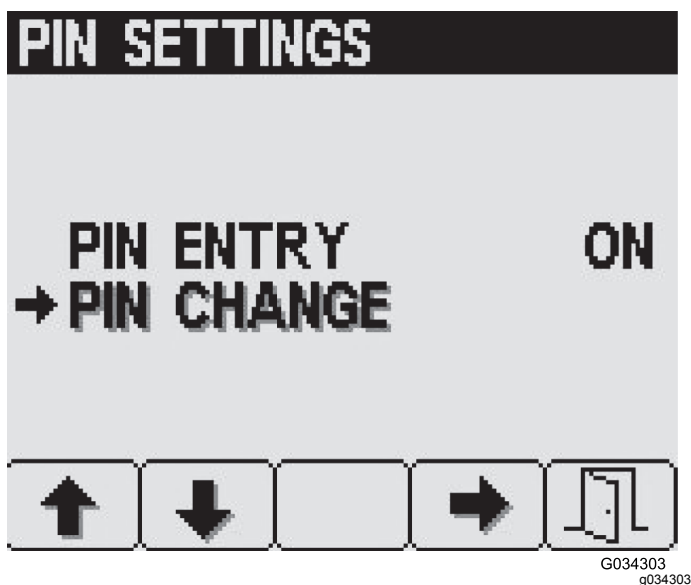

图 26
- 按 1 号或 2 号按钮可选择 PIN CHANGE PIN 变更选项 图 26。
- 按 4 号按钮可选择 PIN CHANGE PIN 更改条目 图 26。